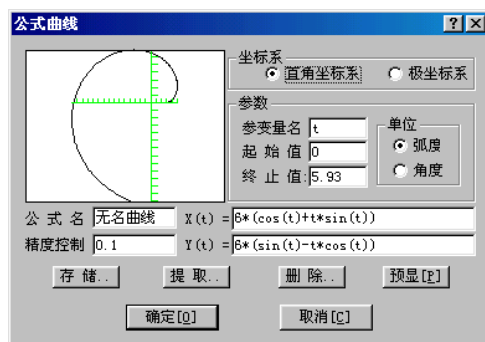

图 4-43 公式曲线对话框
(1) 单击【绘制工具】工具栏中的【公式曲线】按钮.
(2) 屏幕上将弹出公式曲线对话框（如图 4-43）。用户可以在对话框中首先选择是在直角坐标系下还是在极坐标下输入公式。
(3) 接下来是填写需要给定的参数：变量名、起终值（指变量的起终值，既给定变量范围），并选择变量的单位。